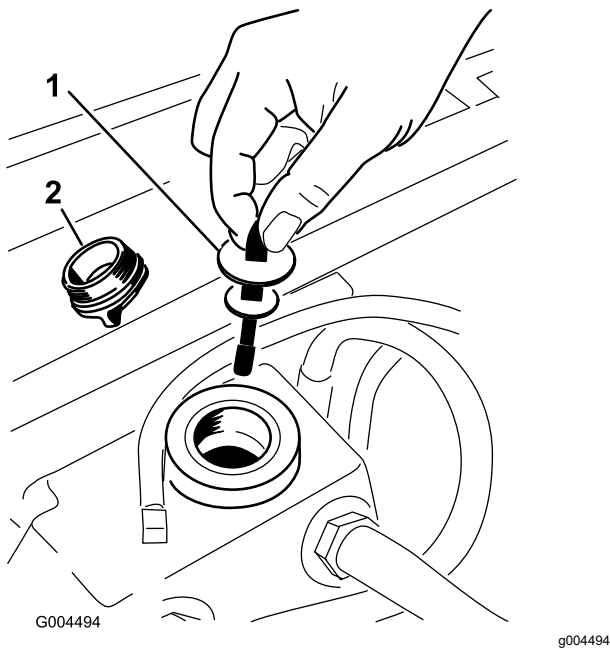

Figura 58
5. Retire el tapón de llenado de aceite hidráulico del cuello de llenado (Figura 58).
6. Retire la varilla y límpiela con un paño limpio (Figura 58).
7. Introduzca la varilla en el cuello de llenado; luego retírela y verifique el nivel del aceite (Figura 58).